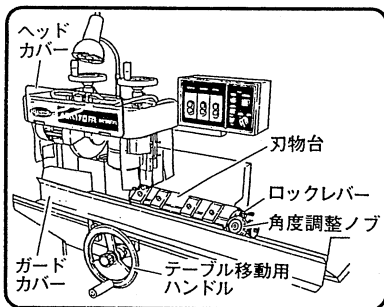
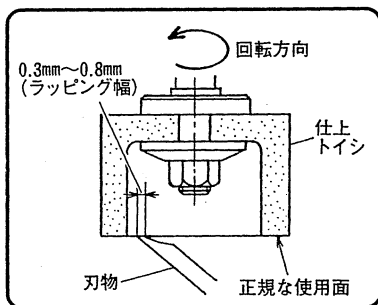

図 12
図 20
(3) テーブル移動用ハンドル（図12参照）をまわし刃物台を左右に動かしながら荒トイシを下げていき、刃物に接触させます。
- (3) テーブル移動用ハンドル（図12参照）をまわしながら、荒研磨と同じ要領で仕上研磨をします。
- (4) 切込み量は荒研磨の半分程度にし、1回の切込みに対し4～5回往復で仕上げます。このときの送り速度は $0.05 \sim 0.07 \text{ m/s}$ { $3 \sim 4 \text{ m/min}$ } が適当です。自動送り（GK170FA）の場合は低速でご使用ください。
- (5) 研磨するに従ってラッピングの幅（仕上トイシがかかった幅）は広がってきます。この幅は $0.3 \sim 0.8 \text{ mm}$ が適当です。（図20）